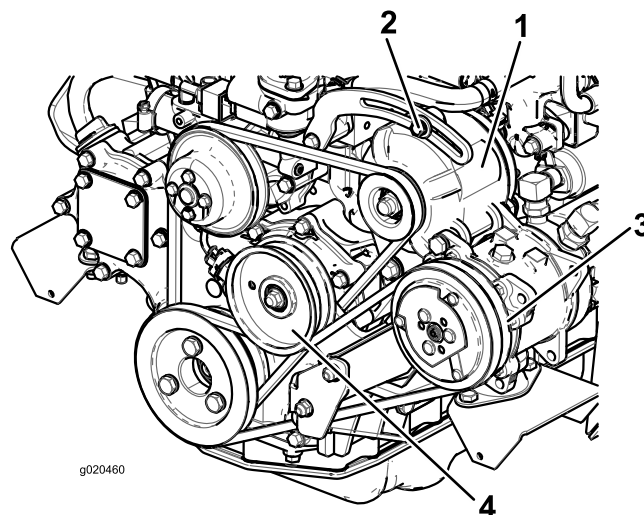

Рисунок 68
Через каждые 100 часов работы проверяйте состояние и натяжение ремня (Рисунок 68).
2. Если прогиб не равен 10 мм, ослабьте болты крепления генератора (Рисунок 68). Увеличьте или уменьшите натяжение ремня и затяните болты. Снова проверьте прогиб ремня, чтобы убедиться в том, что натяжение правильно.
- Если прогиб не равен 10 мм, ослабьте болт крепления натяжного шкива (Рисунок 68). Увеличьте или уменьшите натяжение ремня компрессора и затяните болт. Снова проверьте прогиб ремня, чтобы убедиться в том, что натяжение правильно.